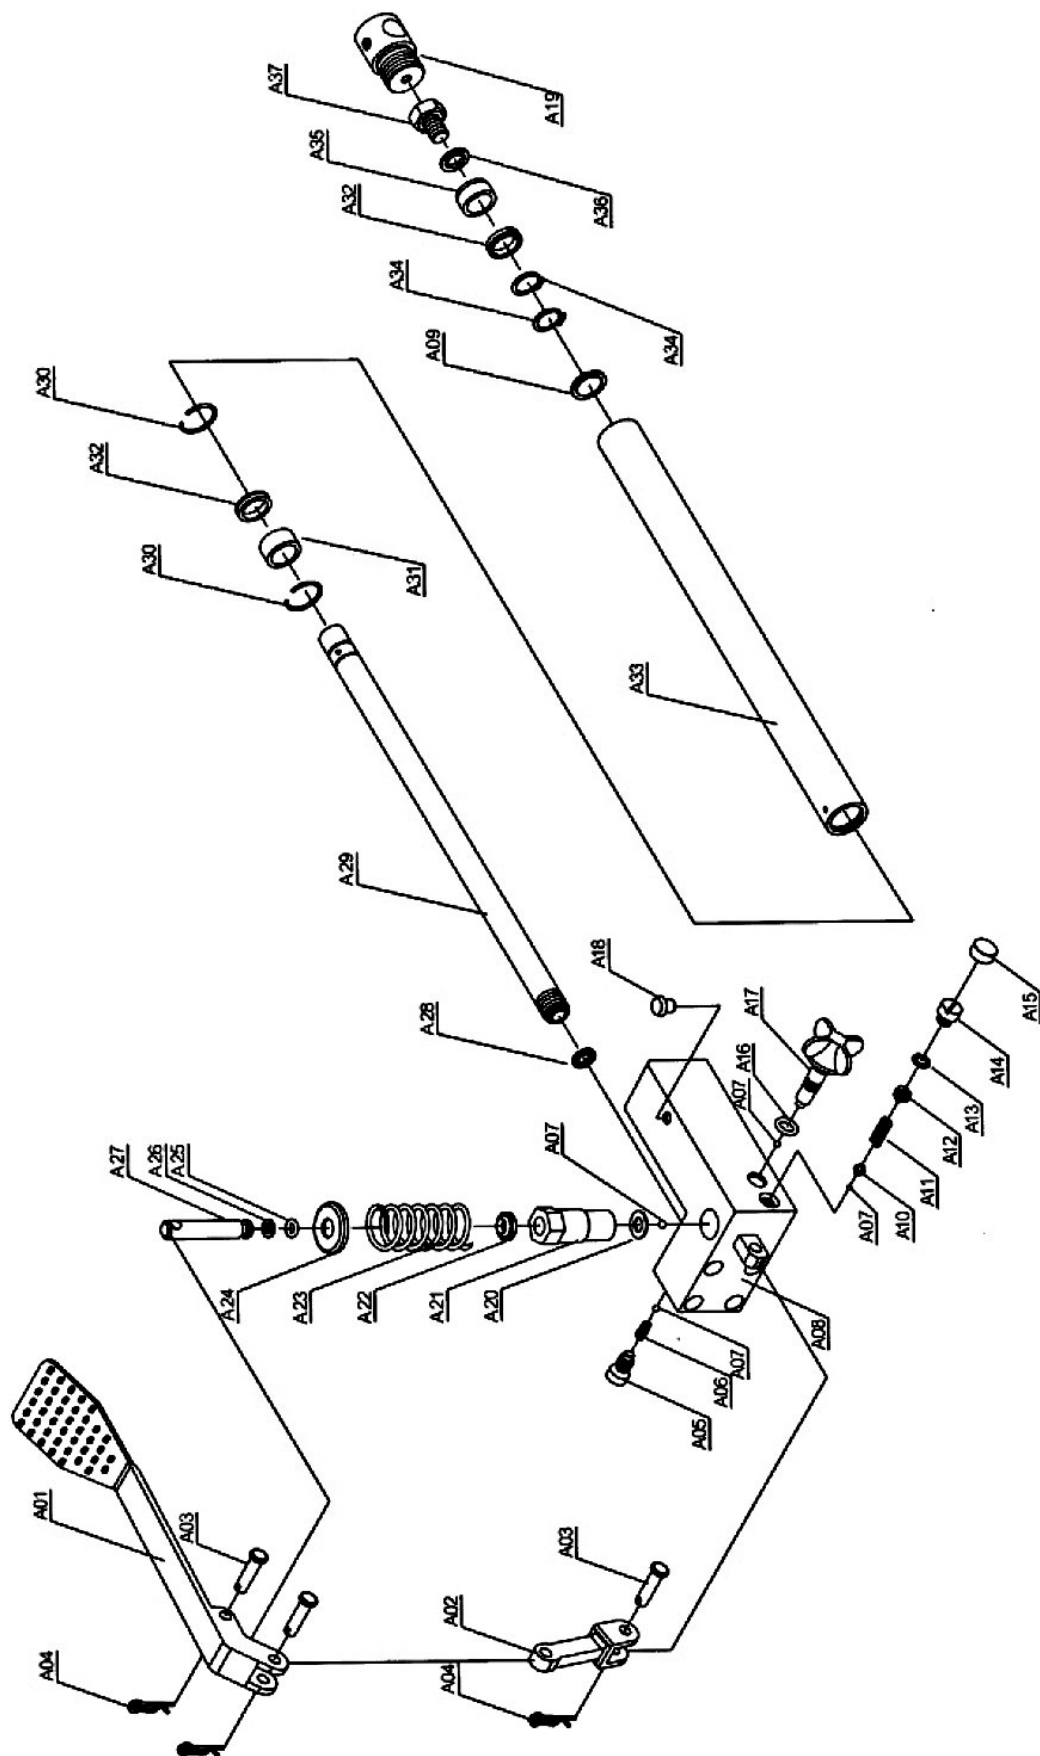

Abb. 4: Ersatzteilzeichnung 2 - PKW-Verleger APV 681
Schritt 1: Durch Drehen des Entlüftungsventils (A 17, Abb. 4) gegen den Uhrzeigersinn den PKW-Verleger entspannen und das Rad absenken.